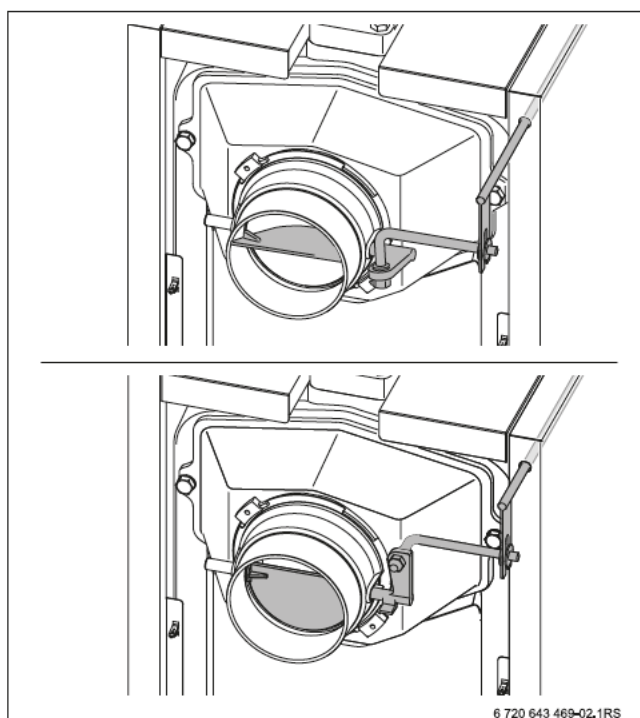

Рис. 2 Дымовая заслонка (вверху открыта; внизу закрыта)
Дымовую заслонку открывают при розжиге холодного котла или при недостаточной тяге в дымовой трубе (→ верхний рис. 2). Благодаря этому горячие дымовые газы быстрее выходят в дымовую трубу, что создаёт в ней лучшую тягу.
В нормальном режиме и при достаточной тяге в дымовой трубе заслонка должна быть частично закрыта (→ нижний рис. 2). Таким образом возникают меньшие потери через дымовую трубу.
**ОПАСНО:** угроза получения травм из-за высокой температуры коллектора дымовых газов (→ рис. 2, стр. 4)!